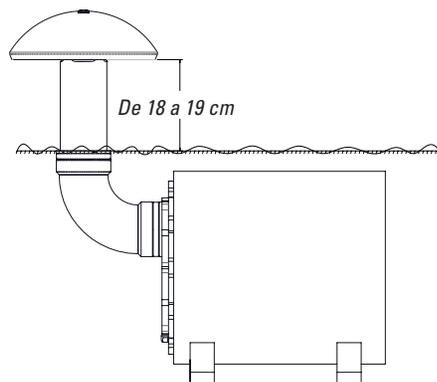

Figura 15
5. Inserta el altavoz L12XC en el agujero. Ajusta el nivel de grava como sea necesario para lograr la altura de la caperuza del puerto por encima del nivel del suelo que desees. El puerto debe sobresalir unos 19 cm del nivel del suelo hasta la parte inferior de la caperuza, tal como se muestra en la Figura 15.